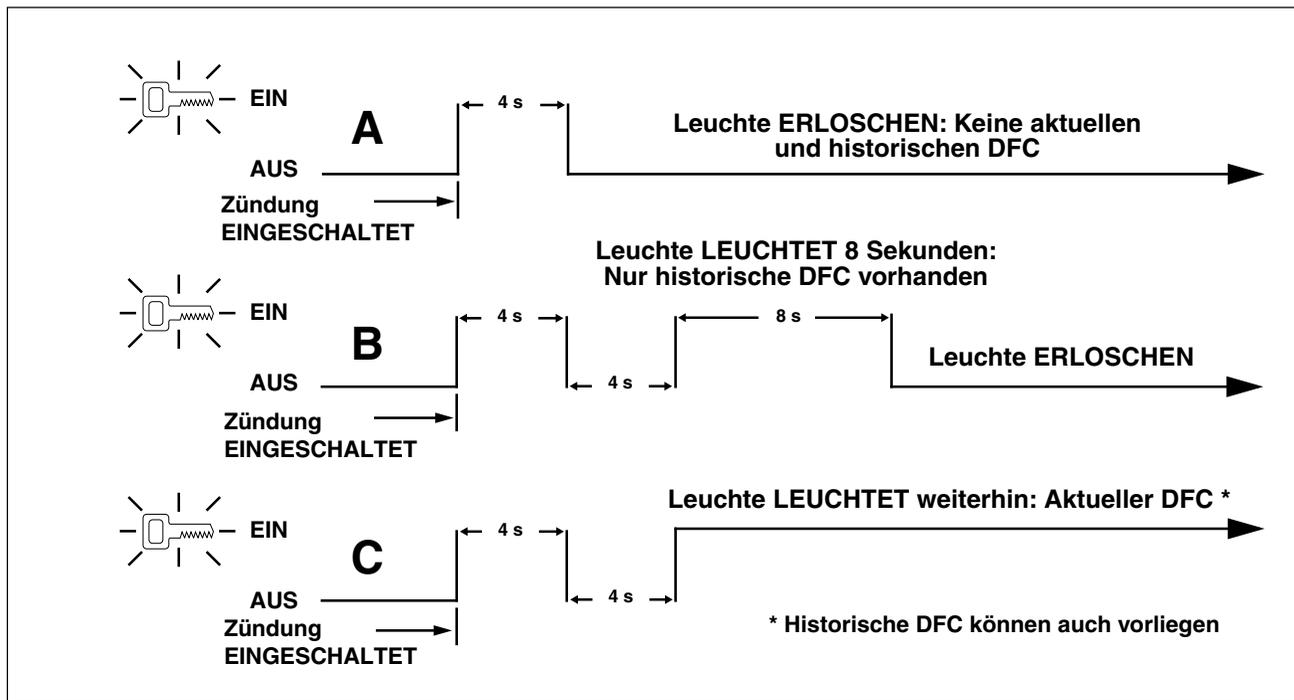

Abbildung 3-9. Funktion der Sicherheitsstatusleuchte
1. Siehe Abbildung 3-9. Nachdem die Leuchte nach den ersten vier Sekunden des Aufleuchtens erlischt, kann es zu einer von drei Situationen kommen: